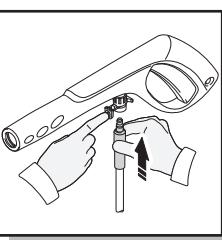

Fig. 4
- Conecte el otro fin de la manga alta de la presión al fusil del rocío insertando el latón punta metálica de la manga alta de la presión en el accesorio sólo adelante del guardia de disparador. Cerrará en el fusil de rocío con un "clic" (Fig. 4). Confirme la manga es cerrada en el fusil de rocío tirando ligeramente en la manga. La manga ahora es conectada firmemente al fusil del rocío.